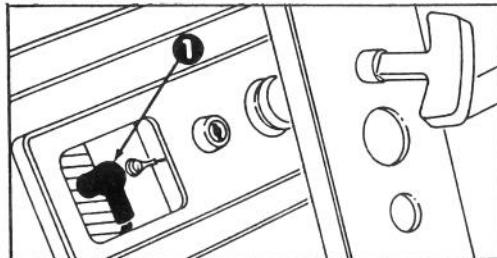

Abb. 16
2. ZÜNDKERZE ENTFERNEN (Abb. 16) — Den Stecker von der Zündkerze abziehen und die Kerze herausschrauben. Die Zündkerze untersuchen und ersetzen, falls sie Risse aufweist, verrostet oder schmutzig ist. **ZÜNDKERZE WEDER SANDSTRÄHLEN, ABKRATZEN NOCH REINIGEN, DA SCHMUTZ SICH LÖSEN UND IN DEN ZYLINDER GELANGEN UND SO ZU MOTORSCHÄDEN FÜHREN KANN.**